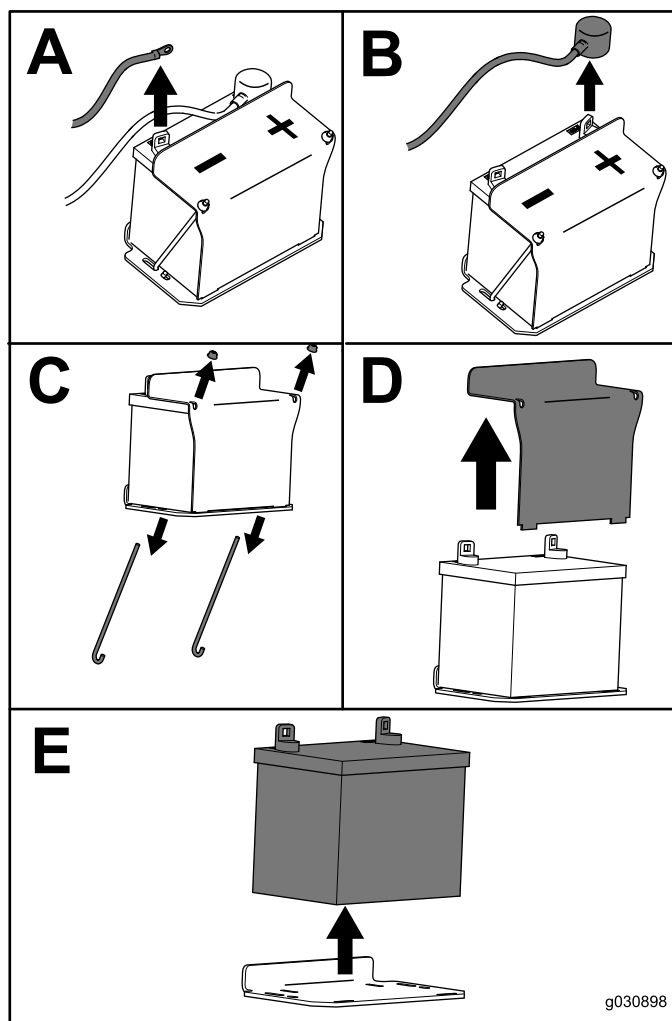

Figura 47
3. Rimuovete la batteria come illustrato nella Figura 47.